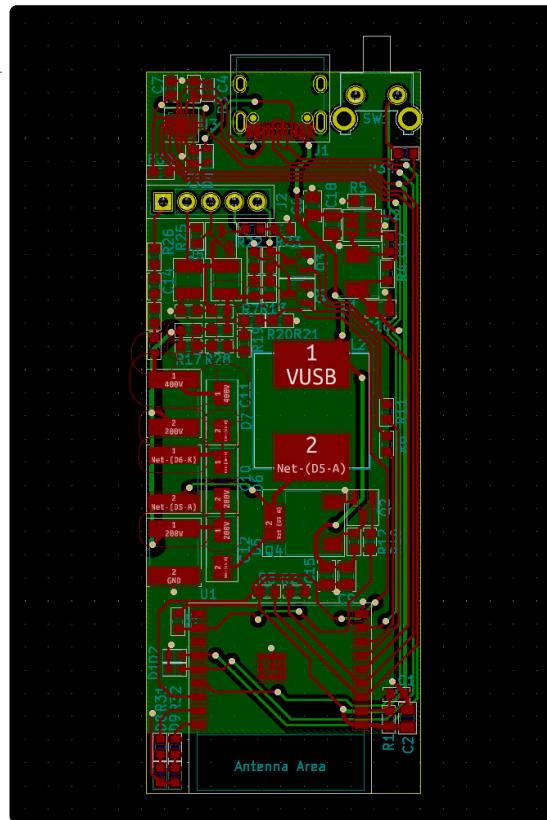

Bild 4. Ein Platinenlayout für das ESP32-C3-basierte Dekatron-Interface.
**Bild 4** zeigt den Platinenentwurf. Ich habe die Abmessungen so gewählt, dass die Platine genauso breit ist wie das Dekatron selbst, so dass sich die Elektronik unter der Röhre verstecken kann. Das Entflechten des Platinenlayouts ist etwas anspruchsvoller, als man es gewohnt ist, denn wegen der hohen Spannungen musste ich stets